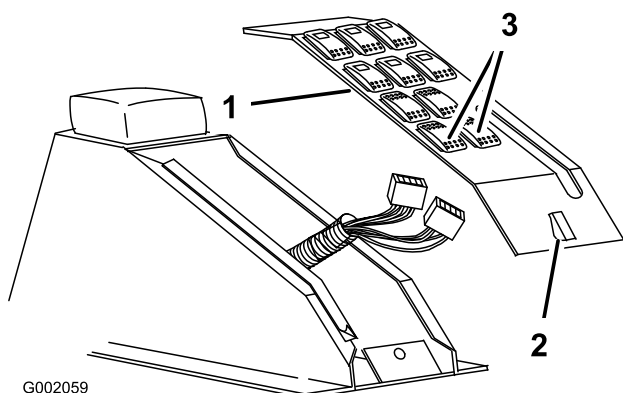

Рисунок 26
2. Откройте защелку и снимите с центральной консоли панель выключателей (Рисунок 26).